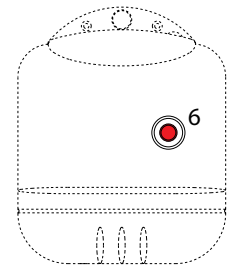

Рис. 1
Если вы отключаете котел на короткий период, то достаточно установить переключатель 5 (рис. 1) на панели управления в положение "0". Если отключаете котел на длительный период, установите переключатель 5 в положение "0", а так же необходимо закрыть топливный клапан. Если вы отключаете котел на длительный период в зимнее время необходимо] добавить антифриз или полностью опустошить систему, чтобы не произошло замерзание котла.
- a - Когда горит сигнальная лампочка 6 (рис. 1) блокированной горелки. Обратитесь к инструкции по горелке.